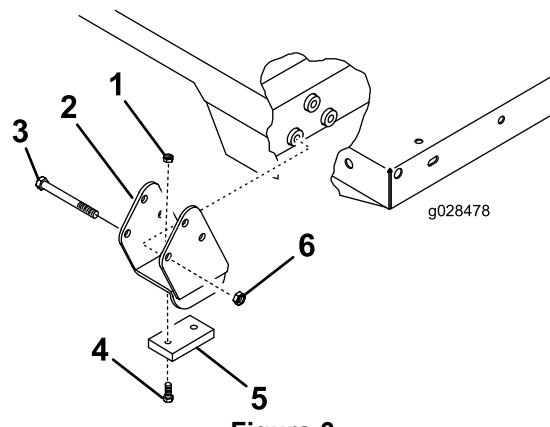

Figura 3
2. Bullone – 3/8 x 3-3/4 poll. (3)
3. Montate un blocco di usura sulle staffe distanziali sinistra e destra con 2 bulloni a testa piatta e 2 dadi di bloccaggio (Figura 3).
4. Montate le staffe distanziali sulla parte anteriore dei profilati del telaio destro e sinistro con 3 bulloni a testa tonda (3/8 x 3-3/4 poll.) e 3 dadi di bloccaggio (3/8 poll.) come illustrato nella Figura 3.
5. Collocate le staffe sul profilato, come illustrato nella Figura 3.